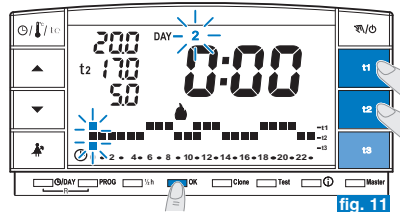

fig. 11
- Terminata la programmazione delle temperature per il giorno di **Lunedì**, riprogrammare in caso di errore, (è possibile utilizzare i tasti ▲ ▼ per spostarsi velocemente sull'ora da riprogrammare sulla scala termica: l'ora corrispondente viene visualizzata sul display) oppure premere il tasto **OK** per confermare il programma impostato. La conferma (**OK**) fisserà in memoria il programma impostato (per Lunedì) e sul display apparirà lampeggiante il giorno di **Martedì** (2) e lampeggianti i digit in corrispondenza dell'ora **0:00**, sovrapposti alla scala termica programmata per il giorno precedente (fig. 11).
- Se si desidera la stessa scala termica di Lunedì, premere il tasto **OK** (es. fig. 11): verrà inserita la stessa scala anche per **Martedì** e lampeggerà il giorno **3** di **Mercoledì** e i digit in corrispondenza dell'ora **0:00**.